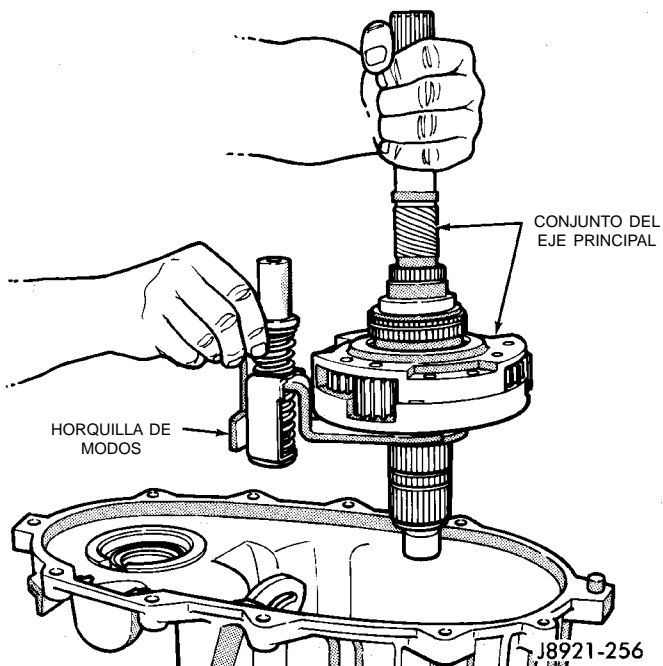
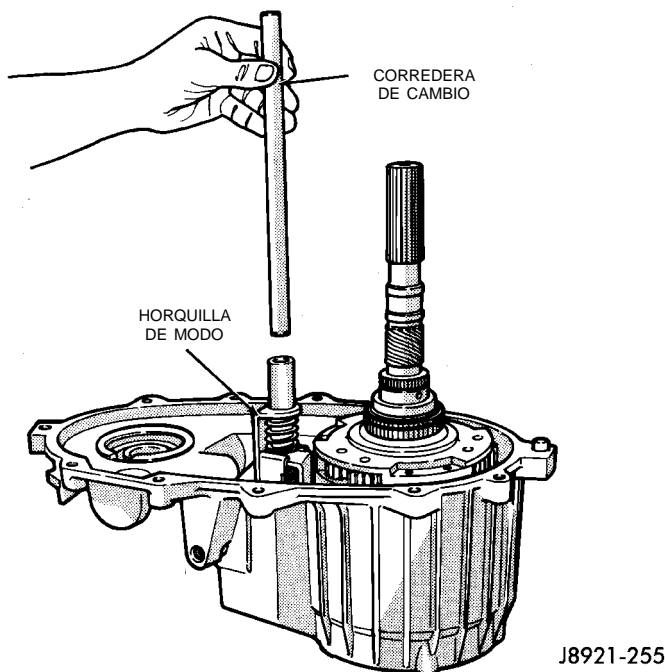
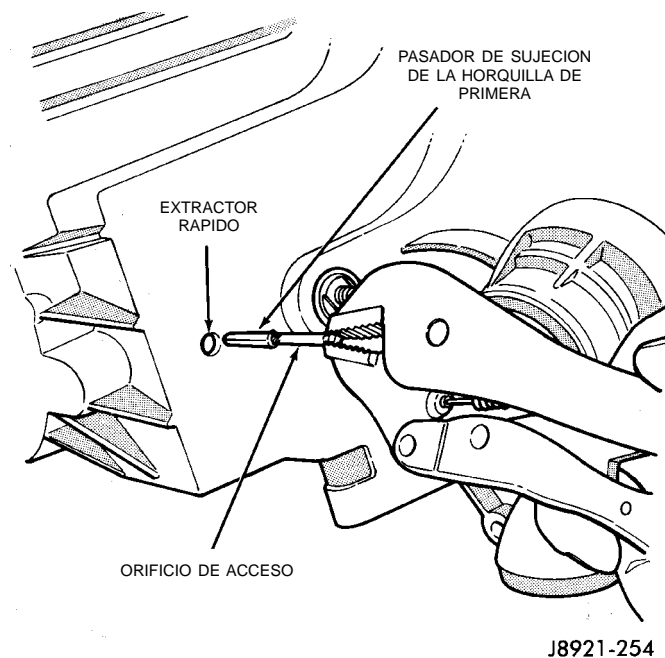

Fig. 79 Instalación del eje principal y horquilla de modos ensamblados
Fig. 80 Instalación de la corredera de cambios
Fig. 81 Instalación del pasador de sujeción de la horquilla de primera
(16) Instale la horquilla de modos y el conjunto del eje principal en la caja (Fig. 79). Haga girar ligeramente el eje principal, para acoplarlo con los engranajes de primera.
(17) Haga girar el pasador de la horquilla de modos dentro de la muesca del sector de cambios.
(18) Instale la corredera de cambios (Fig. 80). **Asegúrese de que la corredera asiente en ambas horquillas de cambios.**
(19) Haga girar el sector de cambios para alinear el orificio del pasador de sujeción de la horquilla de primera con el orificio de acceso de la caja.
(20) Inserte un extractor rápido en el pasador de sujeción de la horquilla de modos, para fijarla firmemente durante la instalación (Fig. 81). **El pasador**
(21) Inserte el pasador de sujeción a través del orificio de acceso y la horquilla de cambios (Fig. 81). Retire después el extractor rápido y asiente el pasador con un punzón.
(22) Instale el tapón en el orificio de acceso al pasador de sujeción.